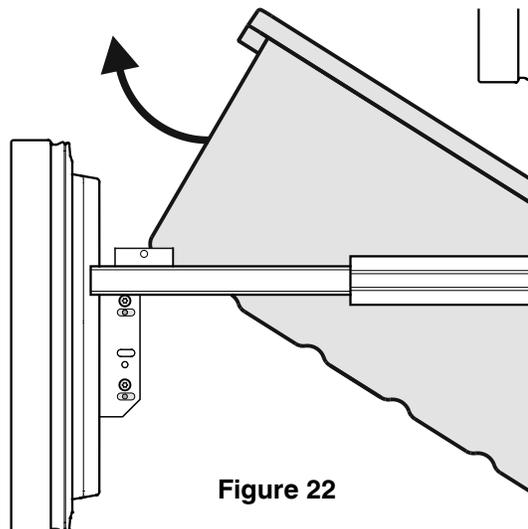

Figure 22
- Basculer le récipient et le retirer - **Figure 22**.